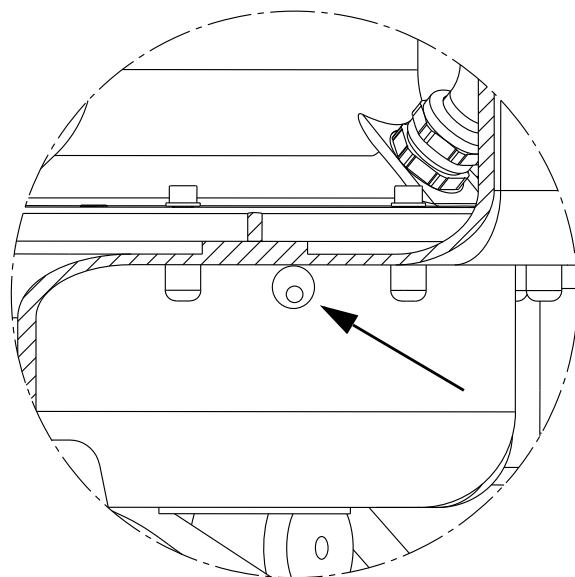

Abb. 33 Entlüftungsbohrung im Pumpengehäuse und Sammelbehälter
**Wird eine der Pumpen aus dem Sammelbehälter ausgebaut, ist beim Wiedereinbau darauf zu achten, dass die Entlüftungsbohrung in der Pumpe und die Entlüftungsbohrung im Sammelbehälter gegeneinander ausgerichtet sind. Siehe Abb. 33 und 34.**
b) Der Laufzeitschutz hat ausgelöst. Das Pumpensymbol und das Uhrensymbol blinken. Auch die rote LED blinkt und im Display wird der Fehlercode "F011" und/oder "F012" angezeigt. Läuft eine Pumpe länger als 3 Minuten, schaltet eine Schutzfunktion der Steuerung die Pumpe für 3 Minuten ab und es wird auf die andere Pumpe umgeschaltet. Beim nächsten Einschaltbefehl wird die erste Pumpe wieder eingeschaltet. Besteht das Entlüftungsproblem weiterhin, wird die Pumpe nach 3 Minuten wieder abgeschaltet. Der Vorgang wiederholt sich solange, bis das Entlüftungsproblem behoben ist. Hinweis: Die normale Laufzeit beträgt je nach Betriebspunkt und Nutzvolumen des Sammelbehälters bis zu 60 Sekunden.	Prüfen, ob das Absperrventil auf der Druckseite geöffnet ist. Die Entlüftungsbohrung im Pumpengehäuse überprüfen. Ist die Entlüftungsbohrung verstopft, die Entlüftungsbohrung reinigen. Siehe Abb. 33.